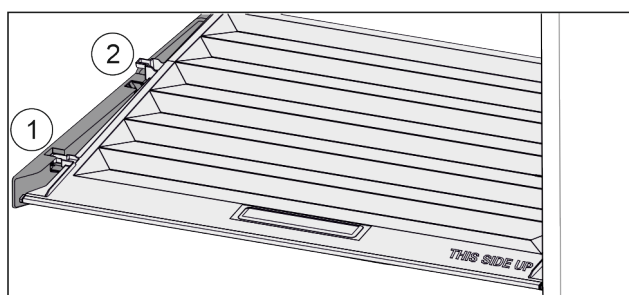

Fig. 34
- Tirer le couvercle vers l'avant jusqu'à dans l'orifice des pièces de retenue Fig. 34 (1).
- Le soulever par le bas à l'arrière et le sortir par le haut Fig. 34 (2).